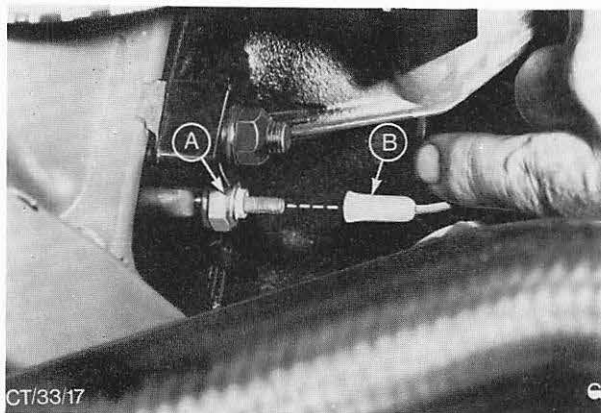

Abb. 58 A = Geber
3. Gewinde des Gebers mit Dichtmasse bestreichen, Geber eindrehen und Kabel anschließen, Abb. 58.